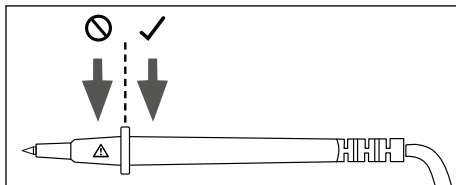

Fig. 3
- ▶ Hold kun målespidserne **Ⓜ** på det dertil beregnede gribeområde (se fig. 3). Området med advarselssymbolet **⚠** må ikke berøres, da der ellers er fare for strømstød under målingen!